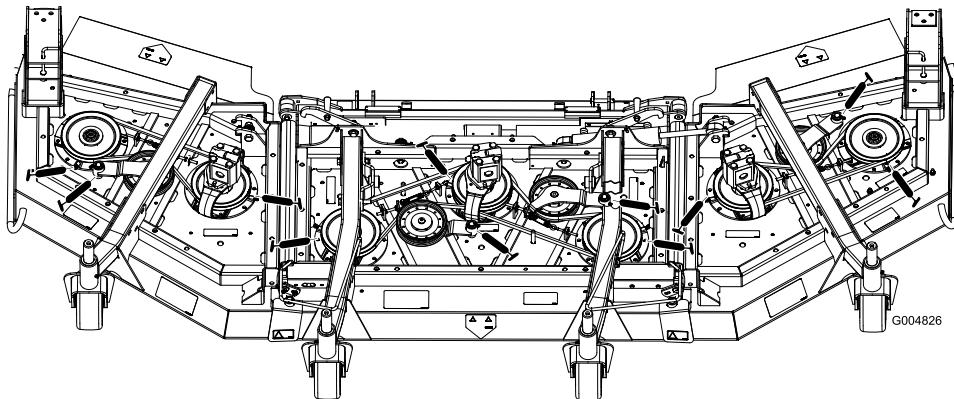

Figura 42
- Rolamentos do eixo do (3) (Figura 42)
- Casquilhos articulados do braço intermédio (2) (Figura 42)